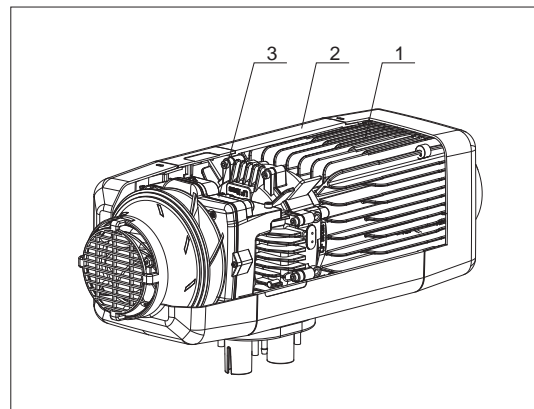

Рис. 3 (W)
3.1 Конструкция отопителя показана на Рис. 3(W),4(E)